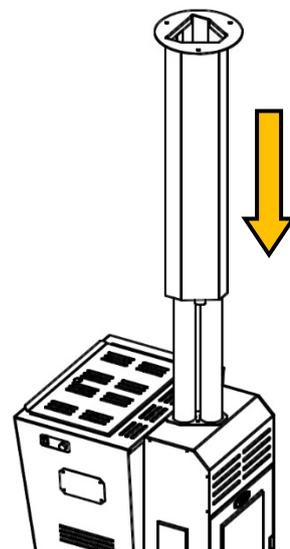

Fig. 3
- 2 Infilare la rete sui tubi e farla scorrere fino a farla appoggiare sul rivestimento (*Fig. 3*)